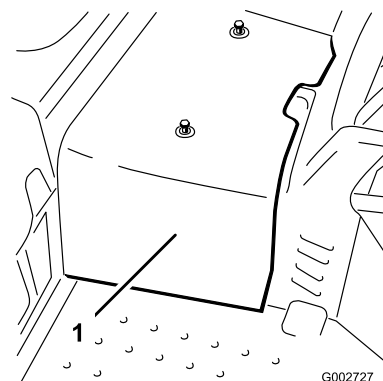

図 39
2. 中央シュラウドを機体に止め付けているネジ 2 本を外してシュラウドを機体から取り外す(図 39)。